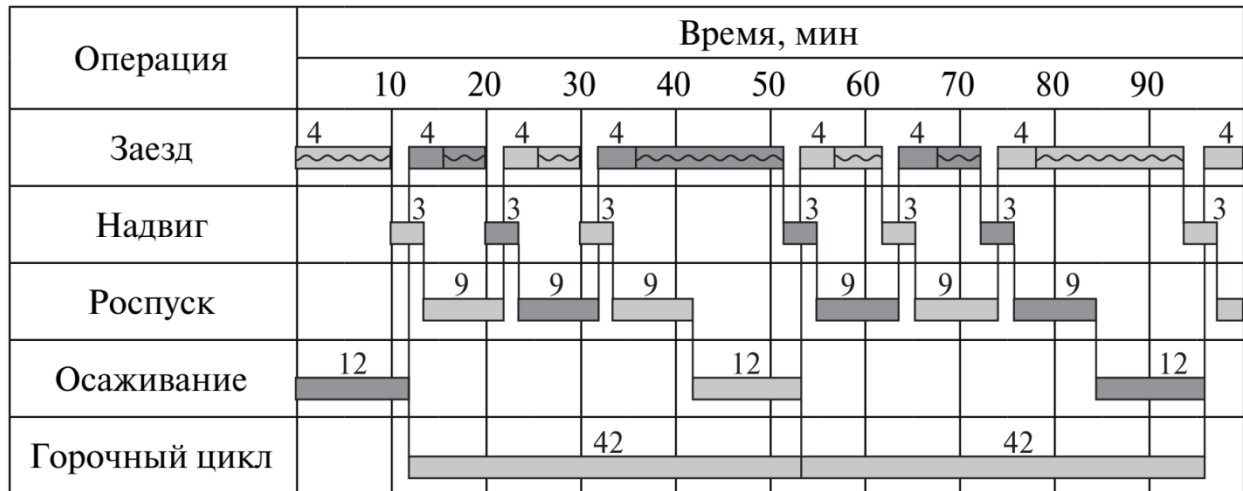

Рис.24.2График работы двухпутной горки с двумя горочными локомотивами
3. Двухпутная горка при работе двух и более локомотивов позволяет некоторые операции производить параллельно. Технологический график операций по расформированию составов на двухпутной горке при двух локомотивах приведен на рис. 24.2.